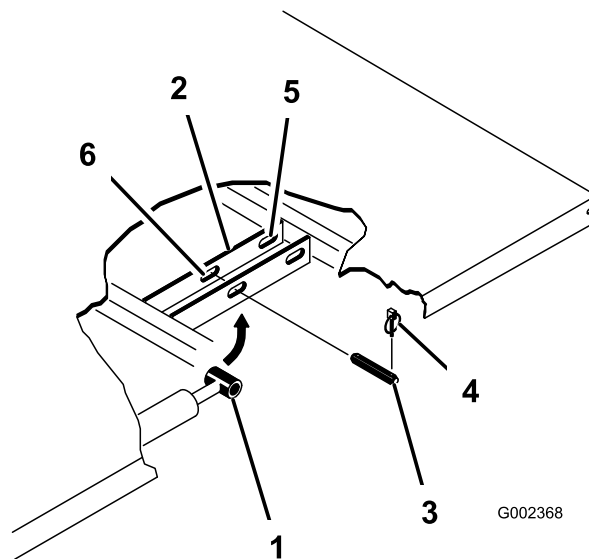

Figura 11
2. Retire os pinos de sujeição das extremidades exteriores dos passadores de forquilha da haste do cilindro (Figura 11).
3. Retire os passadores de forquilha que fixam as extremidades da haste do cilindro às chapas de montagem da plataforma, empurrando os pinos para dentro (Figura 11).
4. Retire os pinos de sujeição e os passadores de forquilha que fixam os apoios da articulação aos canais do chassis (Figura 11).